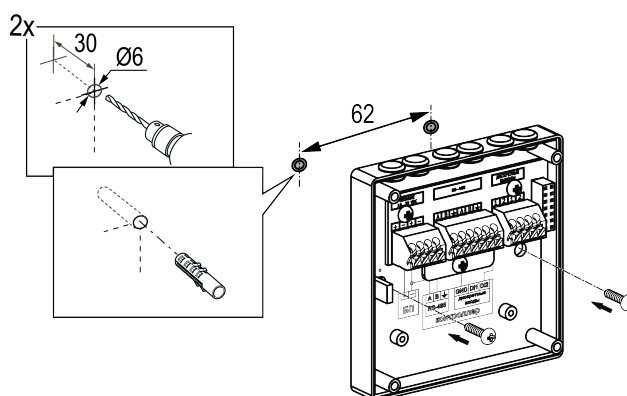

Рисунок 6.2 – Монтаж прибора
2. Подготовить отверстия в месте установки. Установить в отверстия дюбели из комплекта поставки. Закрепить корпус сигнализатора с помощью винтов отверткой PH2 (см. рисунок 6.2).